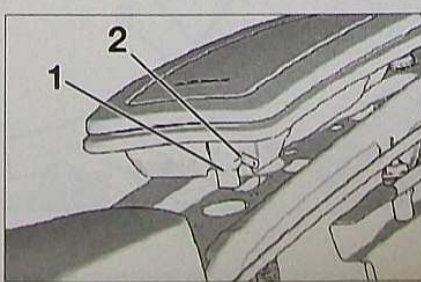

FIG. 16
Déverrouiller et débrancher le connecteur (1) et la cosse de masse (2) (Fig.16)